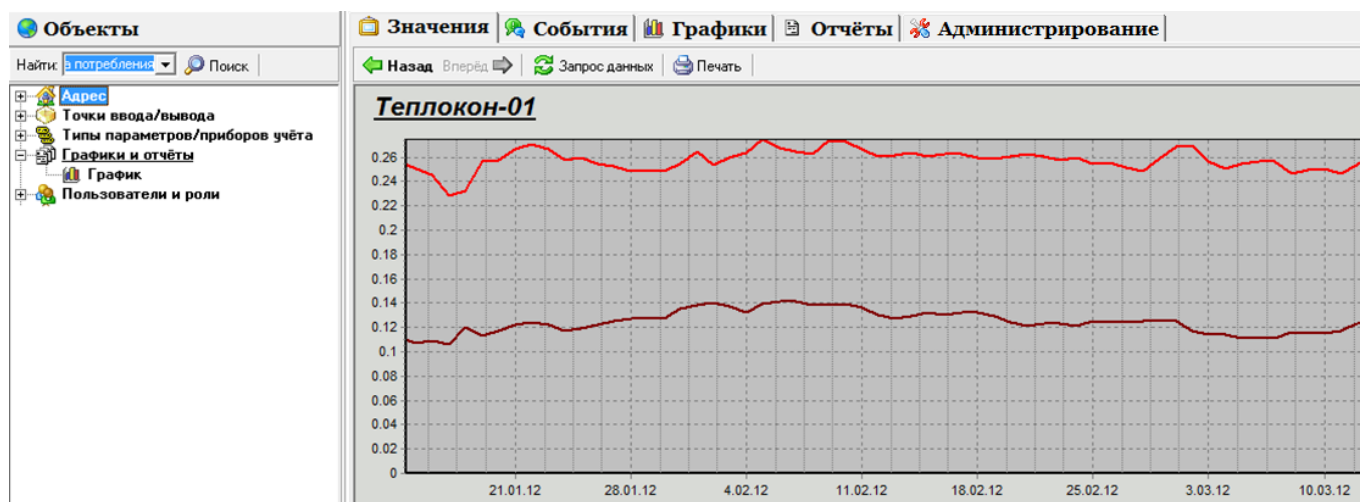

Рис. 4.41
- 3) при размещении пункта типа «График» в прямоугольной области появится график с рядами данных, аналогичный графику во вкладке «Графики» (рис. 4.41);